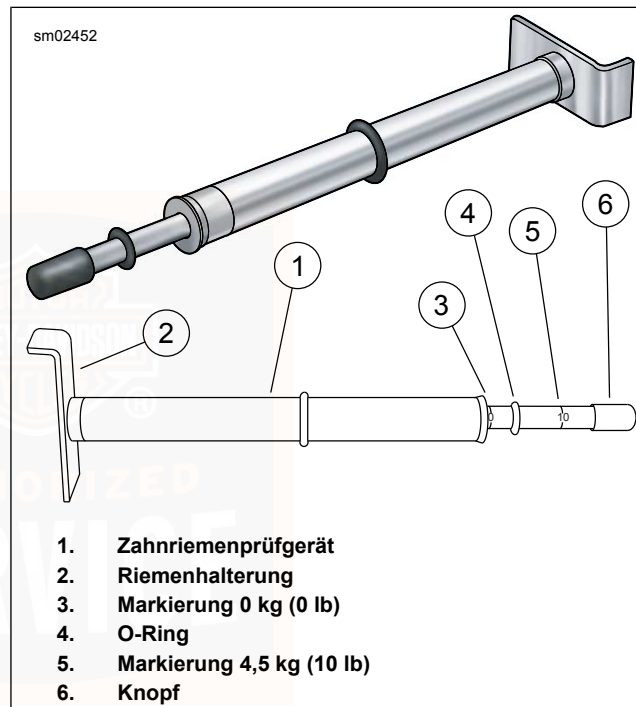

Abbildung 98. Zahnriemenprüfgerät
3. Siehe Abbildung 98. Messung der Riemendurchbiegung mit: